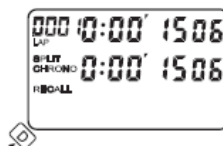

Fig. 9
- les différents temps fractionnés (fig.9) s'il y en a